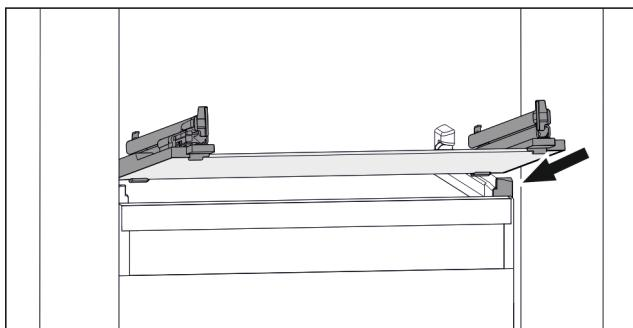

Fig. 47 Приближене відображення скляної пластини
- Встановити скляну пластину за стопорами навскоси. (див. Fig. 47)